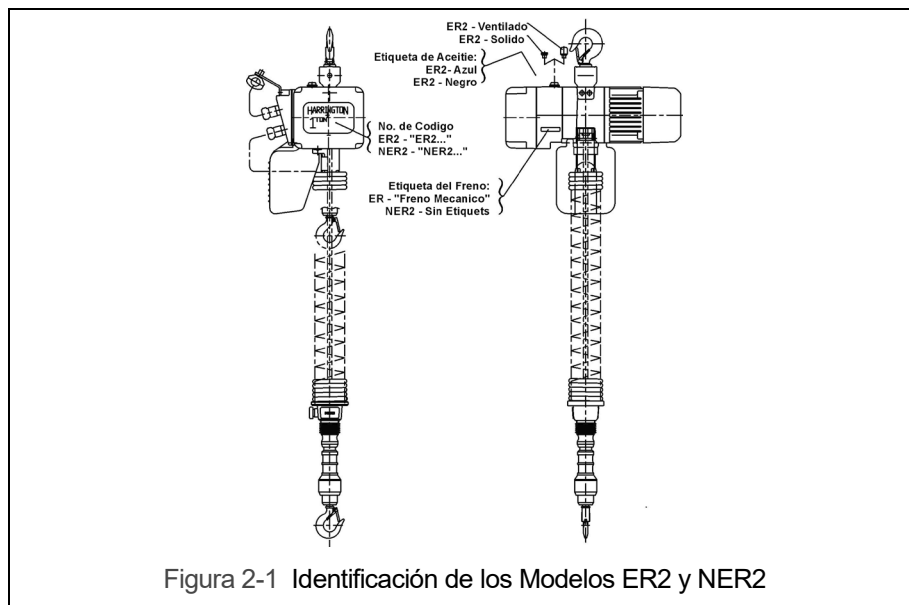

Figura 2-1 Identificación de los Modelos ER2 y NER2
2.1.2 Modelos ER2 y NER2: el polipasto/tecle KITO/Harrington de las series ER2 está disponible en dos versiones, la ER2 y la NER2. Estas dos versiones están equipadas con diferentes opciones como equipo de norma. La NER tiene un mecanismo de embrague de fricción que proporciona una protección de sobre enrollamiento. La ER2 tiene una combinación de freno mecánico de carga y embrague de fricción. También tiene un medidor electrónico de conteo/horas en el circuito de control. Consulte la Figura 2-1 para ver las diferencias en apariencia entre el ER2 y el NER2.